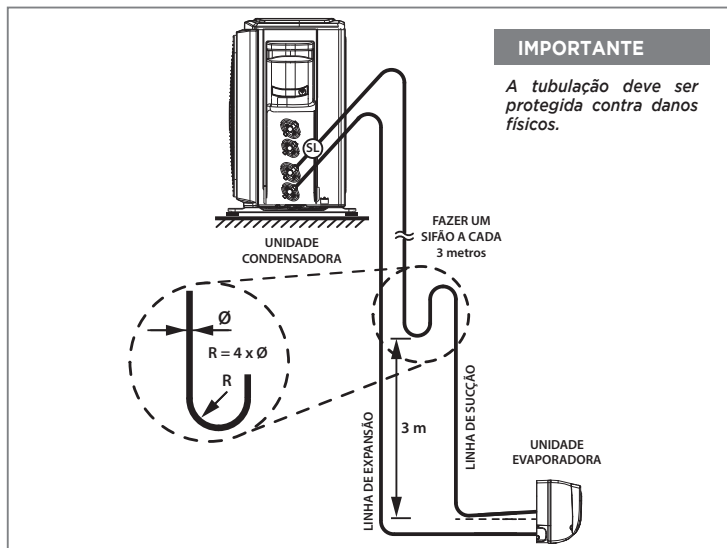

FIG. 41 - LINHAS DE INTERLIGAÇÃO
- Quando a unidade condensadora estiver em um nível superior ao da unidade evaporadora, fazer sifões nas subidas da linha de sucção a cada 3,0 metros; considerando desde a saída da evaporadora (Fig. 41).
- No caso de haver desnível entre 4 e 5 metros entre as unidades e estando a evaporadora em nível inferior, deve ser instalado na tubulação de sucção um sifão (ver Fig. 41).
- Inclinare as linhas horizontais de sucção no sentido do fluxo. (ver Fig. 41).